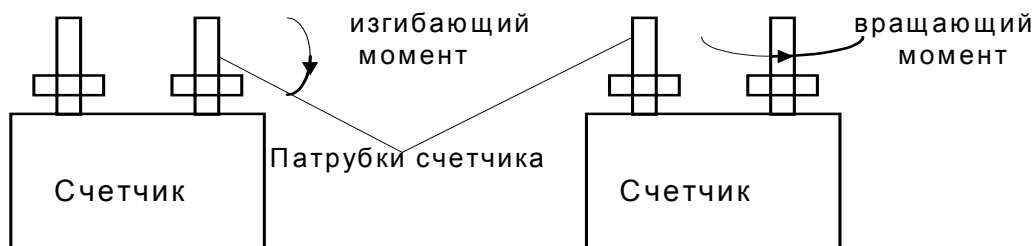

Рис. 2
- 4.9. При установке счетчика изгибающий момент, который может возникнуть на патрубках счетчика вследствие деформации трубопровода, не должен превышать 110 Н·м (см. рис. 2).